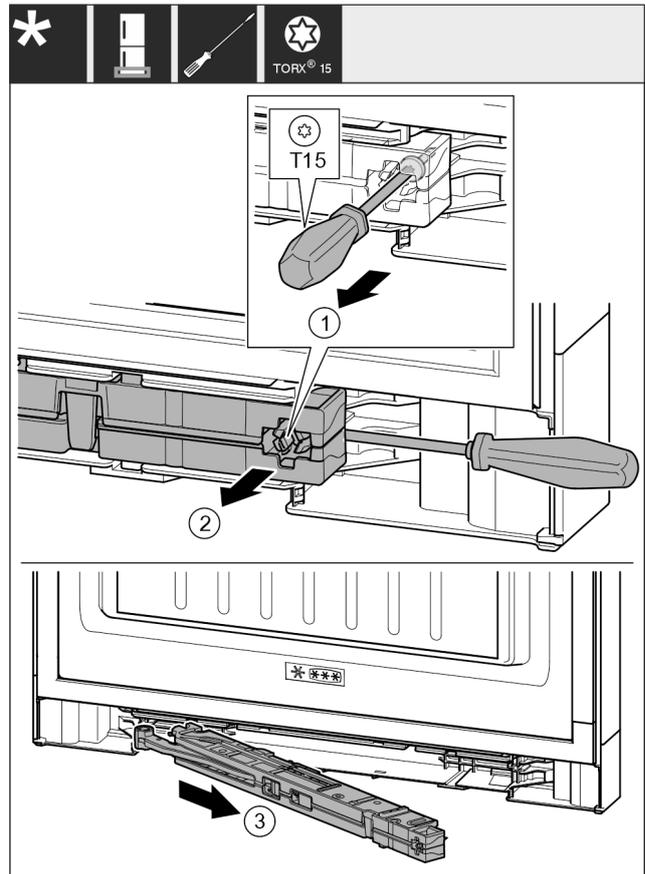

Fig. 19
- ▶ 用螺丝刀将关门阻尼单元上的螺钉 Fig. 19 (1)松开 14 mm。
- ▶ 用螺丝刀在手柄侧向前推动关门阻尼单元 Fig. 19 (2)。
- ▶ 拉出关门阻尼单元 Fig. 19 (3)。